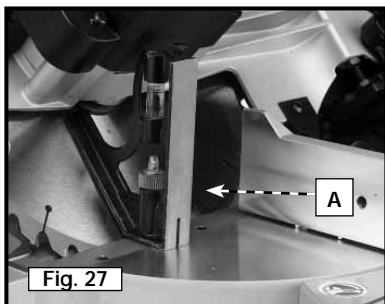

Fig. 27
6. Utilizando una escuadra (A) Fig. 27 compruebe si la hoja está a 45 grados respecto a la mesa.